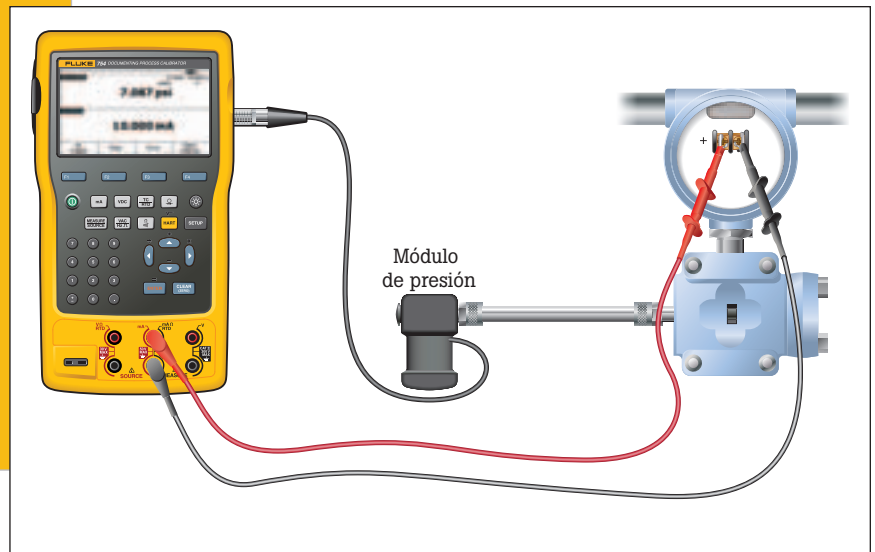

Figura 12.
1. Conecte el módulo de presión al DPC. Conecte la salida del I a P a la entrada del módulo de presión. Si está utilizando un módulo de presión diferencial, asegúrese (para este ejemplo) de que se trata de un módulo de 15 psi y conéctelo a la entrada que tiene la etiqueta "H" (Figura 12).
2. Conecte desde el centro dos conexiones de tipo banana del DPC a la entrada del I a P donde se suministra la corriente de control (Figura 12).